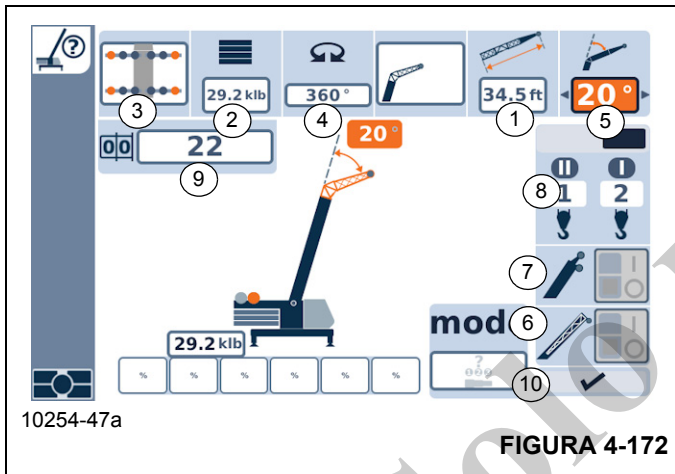

FIGURA 4-172
NOTA: Cuando realice una elevación sobre la punta de la pluma auxiliar, seleccione “auxiliary boom nose installed” (punta de la pluma auxiliar instalada) en el RCL (7, Figura 4-172). El radio previsto en el RCL incluirá la longitud añadida de la punta de la pluma auxiliar.
- Introduzca los componentes individuales (1, Figura 4-172) a (8), uno tras otro.
- O introduzca el código de RCL (9) y el enhebrado (8).